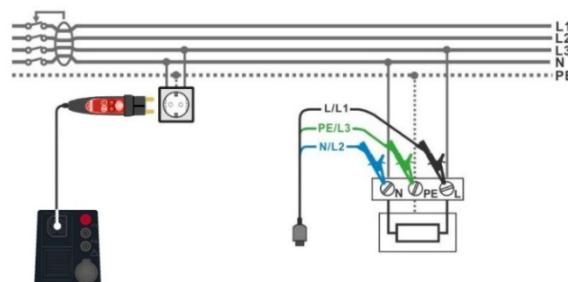

Abbildung 7.34: Anschluss des Commander-Prüfsteckers und der 3-Leiter-Prüfleitung
- › Schließen Sie den 3-Leiter-Prüfleitung oder den Commander-Prüfstecker am Prüfobjekt an, siehe **Abbildung 7.34**.